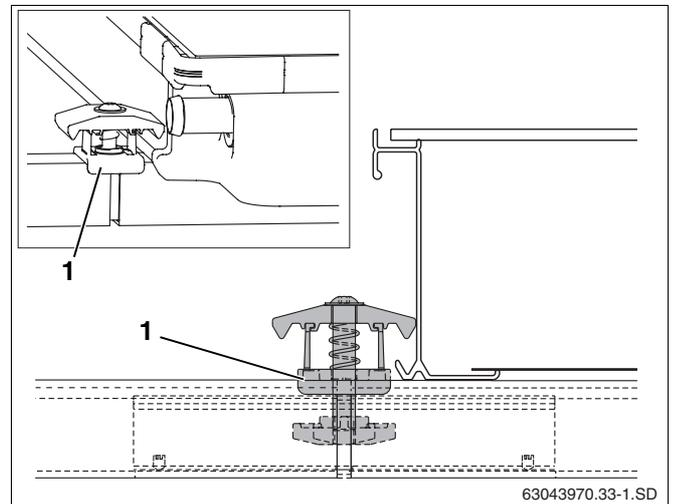

Abb. 48 Doppelseitigen Kollektorspanner montieren
- Doppelseitigen Kollektorspanner mit der Mutter vorn so in die Öffnung der Profilschiene und des Steckverbinders legen, dass der Kunststoff-Distanzbock (Abb. 48, **Pos. 1**) die Profilschiene umgreift.